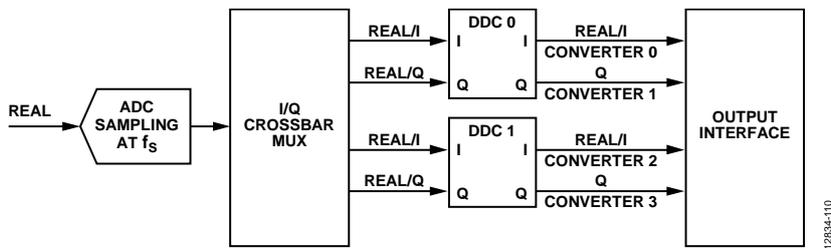

図 110. DDC および仮想コンバータのマッピング
AD9690 の JESD204B Tx ブロックは、最大 4 個の DDC ブロックをサポートします。各 DDC ブロックは、複素数データ成分 (実数 + 虚数) に対しては 2 つのサンプル・ストリーム (I/Q) を、実数 (I) データに対しては 1 つのサンプル・ストリームを、それぞれ出力します。JESD204B インターフェースは、DDC 構成に応じて最大 4 個の仮想コンバータを使用するように設定することができます。図 110 に、複素数出力を使用する場合の仮想コンバータと DDC 出力との関係を示します。表 25 に、チャンネル・スワッピングをディスエーブルした場合の各チップ動作モードに対する仮想コンバータのマッピングを示します。
内蔵 DDC を内部でのデジタル処理のために使う場合、M は仮想コンバータ数を表します。仮想コンバータ・マッピングのセットアップを図 110 に示します。